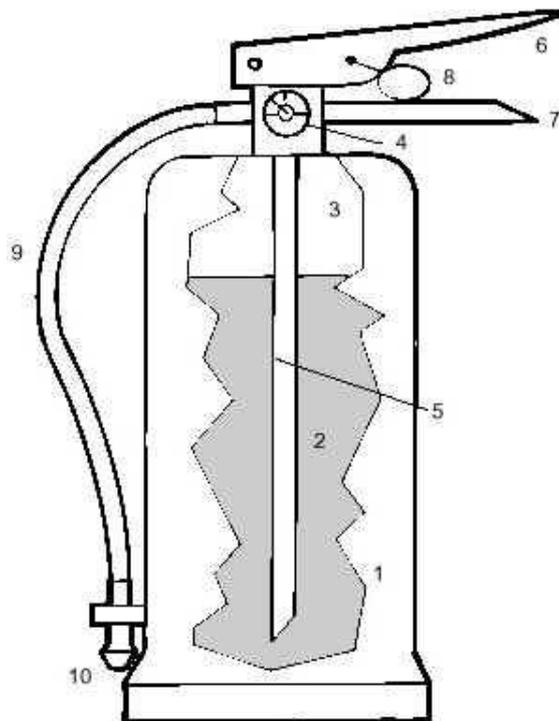

fig. 1
fracturas y, siempre que no sea traumático, el de colocarlo en una posición de seguridad para prevenir las posibles consecuencias de un vómito (bronco-aspiración) y la caída de la lengua hacia la faringe. Esta posición es la denominada en el argot del socorrismo como P.L.S. (fig. 1), que significa: Posición Lateral de Seguridad.
**NO RESPIRA:** Si al acercar nuestra mejilla o el dorso de nuestra mano a su boca, comprobamos que NO RESPIRA, en seguida y sin perder tiempo colocaremos al accidentado, sea traumático o no, en posición de decúbito supino (estirado mirando hacia arriba) pero respetando la alineación del eje cervical. Después de explorar su boca para comprobar la existencia de cuerpos extraños (dientes desprendidos, chicles...), procederemos a abrir las vías aéreas, mediante una hiperextensión del cuello, mediante la maniobra de fronto-mentón (**fig. 1**), evitando que la lengua obstruya la vía de entrada de aire. En ocasiones, con esta simple maniobra, el paciente vuelve a respirar.
Dentro de los tipos más usuales se encuentra el extintor de incendios de presión permanente, que a su vez se presenta en tres modalidades. La primera corresponde a aquellos en que el agente extintor proporciona su propia presión de impulsión, tal como los de anhídrido carbónico. La segunda está formada por aquellos en que el agente extintor se encuentra en fase líquida y gaseosa, tal como los hidrocarburos halogenados, y cuya presión de impulsión se consigue mediante su propia tensión de vapor con ayuda de otro gas propelente, tal como nitrógeno, añadido en el recipiente durante la fabricación o recarga del extintor. La última modalidad es la de aquellos en que el agente extintor es líquido o sólido pulverulento, cuya presión de impulsión se consigue con ayuda de un gas propelente, inerte, tal como el nitrógeno o el anhídrido carbónico, añadido en el recipiente durante la fabricación o recarga del extintor. En la **Figura 1** se representa un extintor correspondiente a esta última modalidad. Se reconocen porque en el punto 4 (ver Fig. 1) va roscado un manómetro indicador de la presión del gas impulsor que ocupa la parte superior del recipiente. Para accionar el extintor se quita el pasador 8 tirando de la anilla, desbloqueándose la palanca 6 que se acciona